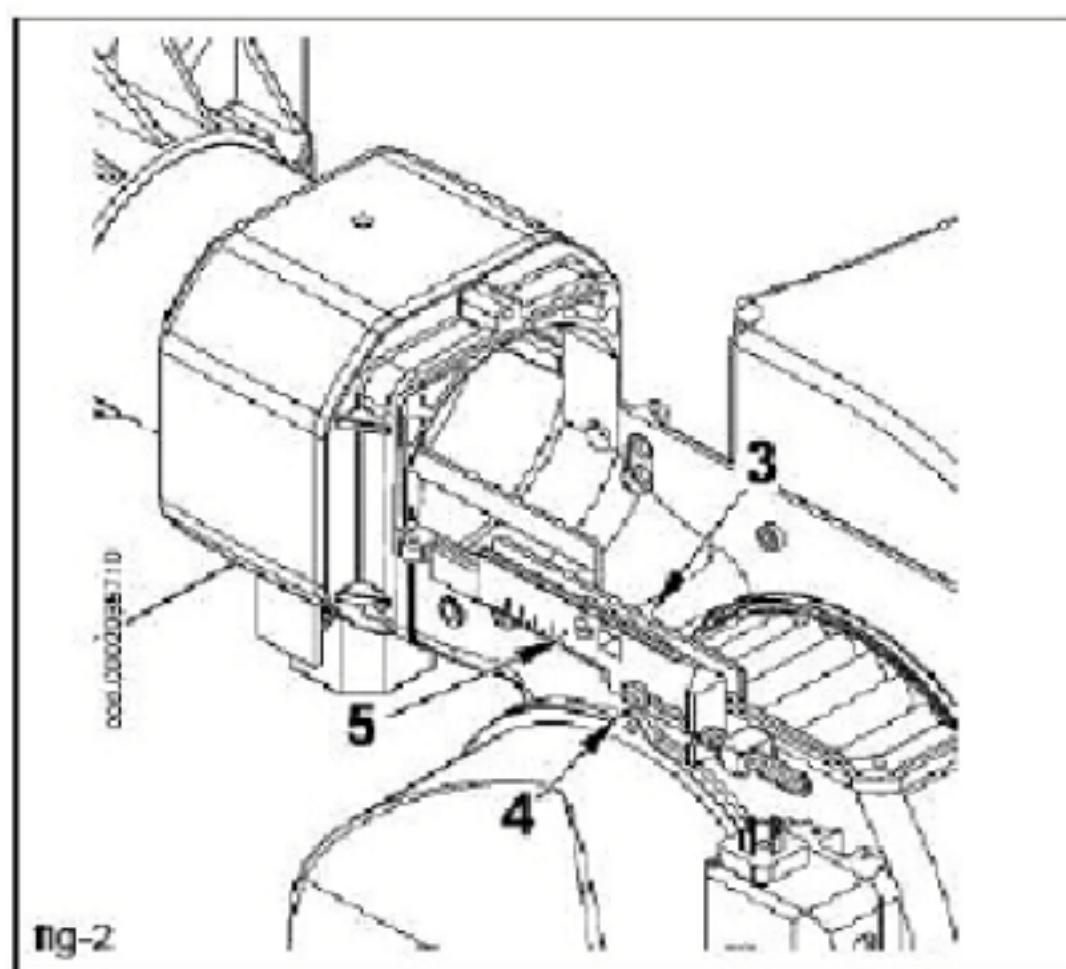

fig.2
- 2) 确保滑动盘3被螺丝4固定在原先的位置上，以确保在维护结束以后可以还原原先的设定位置。松开螺丝5。 (Fig. 2)
- 3) 拧开Fig. 2中的四个螺帽5，拆下火焰管6，将管道7从双头螺栓中解固，旋转它到一个适当的位置，以便从上安装阀组。